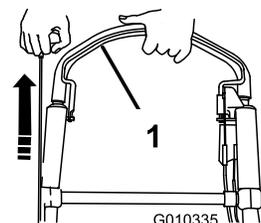

Figure 22
- Maintenez la barre de commande de la lame contre le guidon et tirez sur la poignée du lanceur (Figure 22).